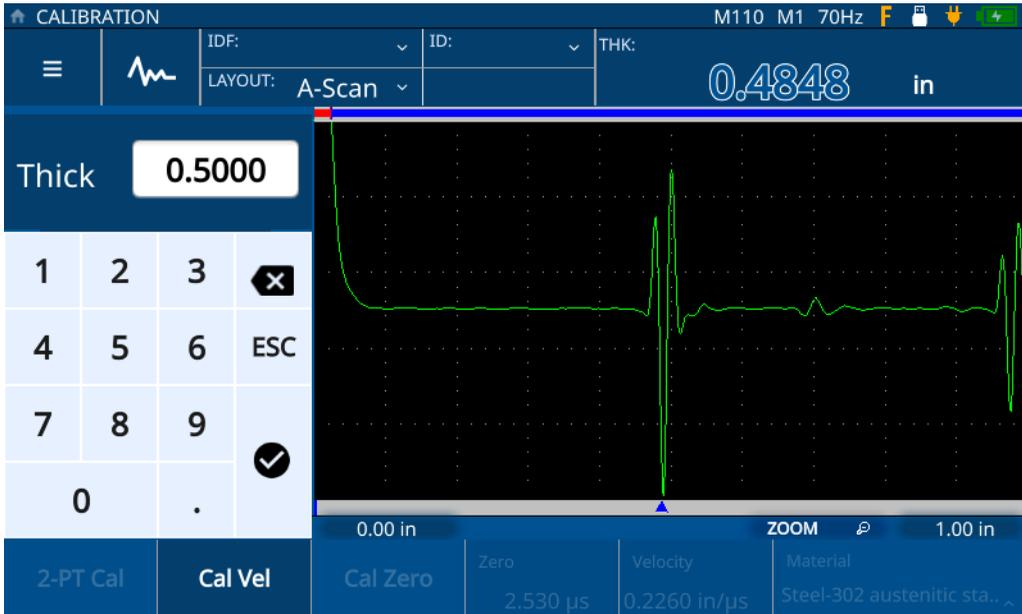

Abbildung 5-3 Eingabe der Dicke des Prüfteils
5. Wählen Sie den **Thick** (Dick) Wert aus, um den Bearbeitungsmodus zu öffnen und geben Sie die Dicke des Prüfteils ein (siehe Abbildung 5-3 auf Seite 48).